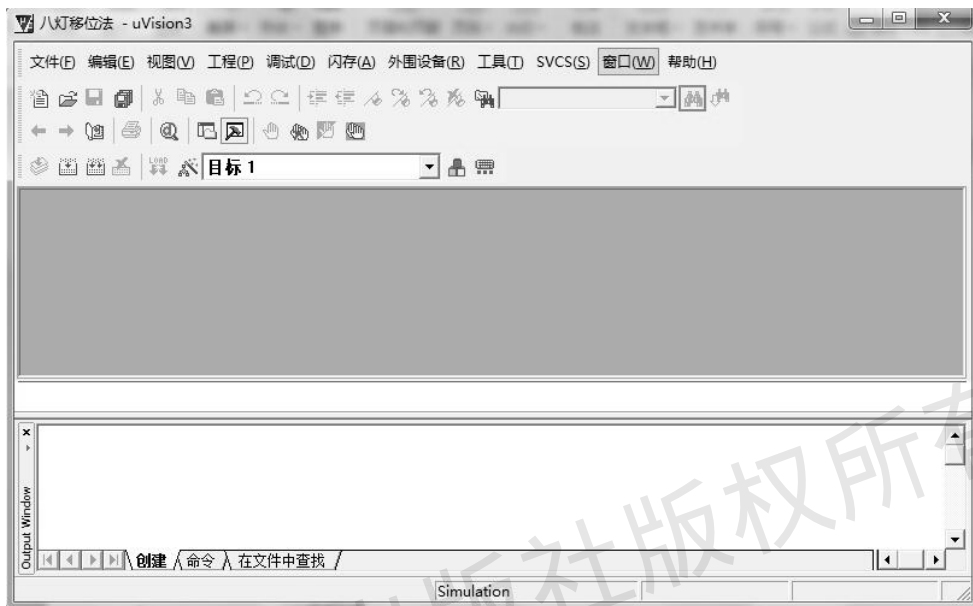

图 1-1-10 Keil μ Vision3 集成开发环境
(1) 在“开始”菜单中，选择“程序”→“Keil μ Vision3”选项，即可进入集成开发环境，如图 1-1-10 所示。